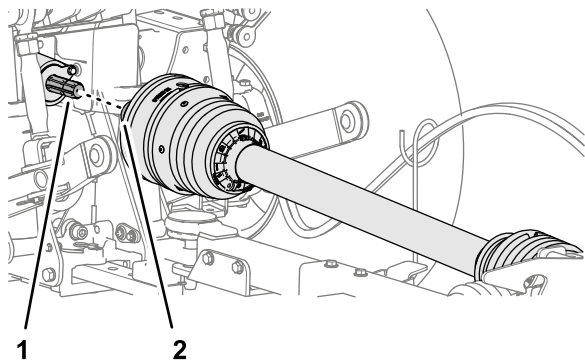

Рисунок 24
1. Совместите быстроразъемный соединитель приводного вала механизма отбора мощности с выходным валом механизма отбора мощности (Рисунок 24).